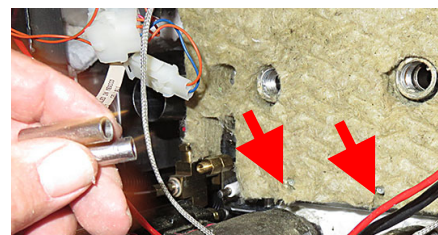

図 45
52. ステップ 39 から取り外したスペーサーを、2 つの下スタッドの上に挿入します (図 45 を参照)。